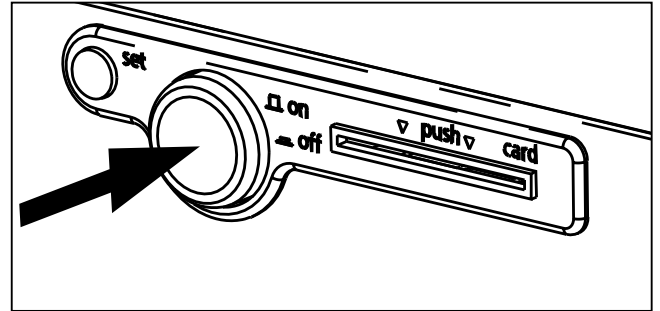

Abb. 19 Prüfschrank ausschalten
- ▶ Ausschalten: Hauptschalter drücken, so dass er im Gerät versenkt wird (Abb. 19).